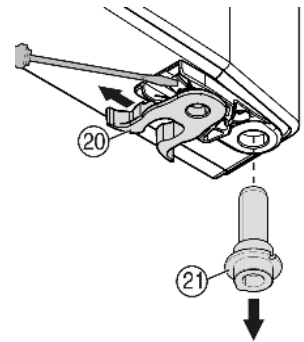

Fig. 9
- ▶ Spostare il morsetto a molla Fig. 9 (20): Premere verso il basso il dentino antisfilamento, estrarre il morsetto a molla tirando verso l'alto.
- ▶ Estrarre il perno di supporto Fig. 9 (21) dalla boccola porta e inserire con il disco nella parte opposta. Il dentino antisfilamento deve essere rivolto verso il lato interno della porta, la tacca verso il lato esterno.
- ▶ Orientare la porta in basso verso l'interno e inserire il perno di supporto Fig. 9 (21) nel blocco di supporto. Eventualmente ruotare il perno di supporto, in modo che possa innestarsi in posizione.